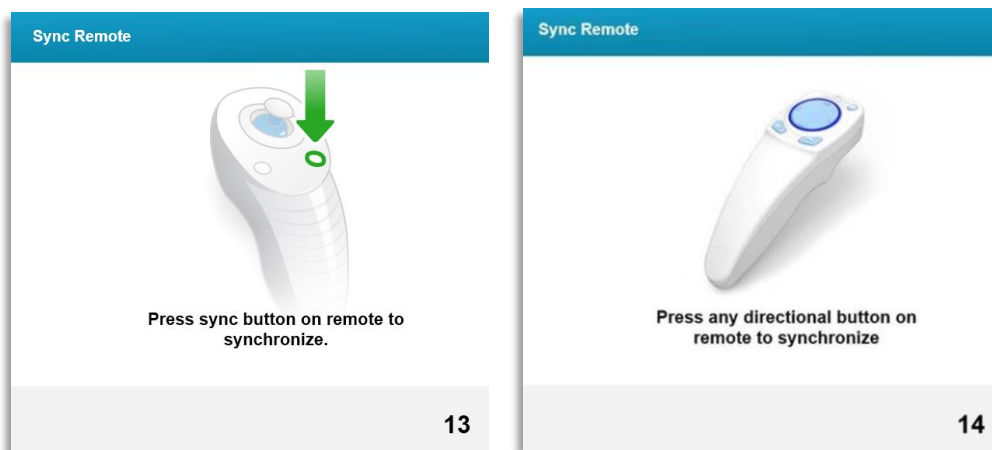

Figura 3-16. Sincronizzazione del telecomando
- Se l'utente ha inserito la scheda di trattamento durante la programmazione di parametri di trattamento che non rientrano tra i valori consentiti, controllati dalla scheda RFID, apparirà il seguente messaggio e non sarà possibile selezionare "Perform treatment" (Esegui trattamento), come mostrato nella Figura 3-16.
- Il messaggio "Sync alignment remote" (Sincronizza telecomando di allineamento) rimarrà visualizzato sullo schermo per 15 secondi, come mostrato nella Figura 3-16.